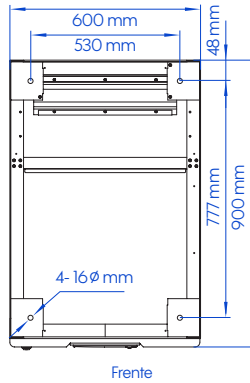

Figura 3-15 Tamaño de instalación inferior (vista inferior del pedestal)
2. Taladre 4 orificios de  $\Phi 13$  con un martillo perforador de acuerdo con el tamaño de instalación del pedestal (como se muestra en la figura 3-15).